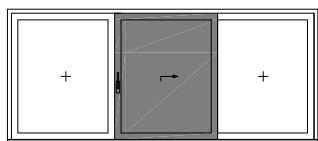

**Fig. 3 Nell'anta inferiore incollare G151 e G152 nell'M430**
11. Parte inferiore dell'anta, inserire le guarnizioni **G151** negli stampati **M430** e incollarle insieme (Fig. 3).